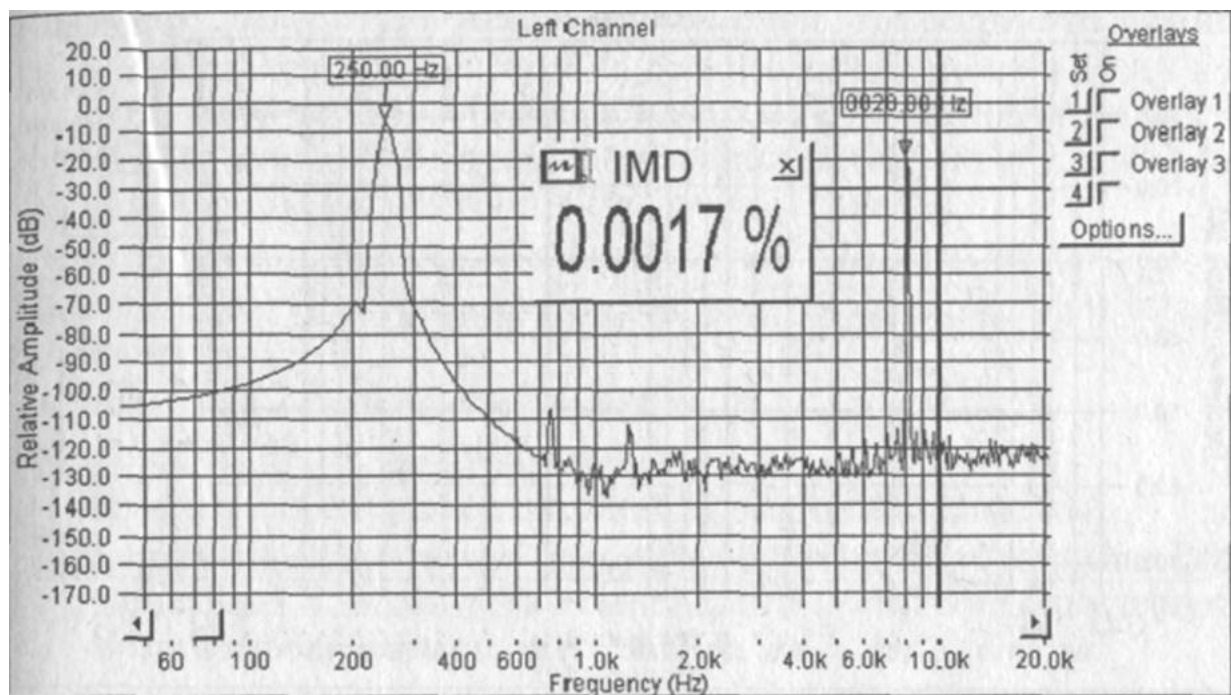

Рис. 1.7. Измерение интермодуляционных искажений (250 Гц и 8020 Гц)
- Intermodulation Distortion (IMD, коэффициент интермодуляционных искажений, %) (рис. 1.7);